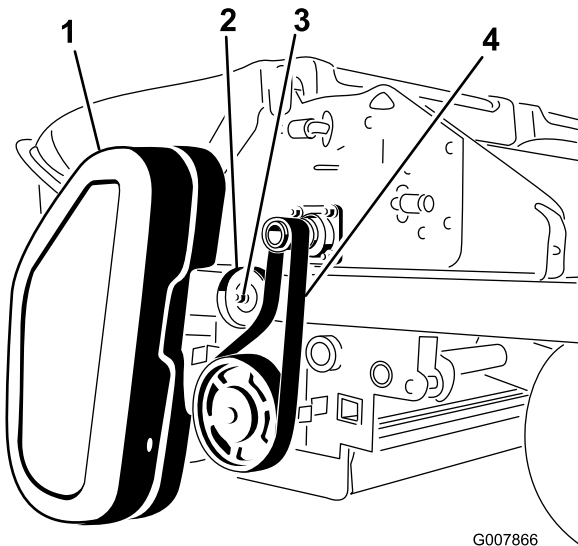

Figura 60
1. Retire la cubierta de la correa (Figura 60).
2. Afloje la tuerca de la polea tensora (Figura 60).
3. Retire la correa del eje de la picadora y de la polea del cepillo (Figura 60).